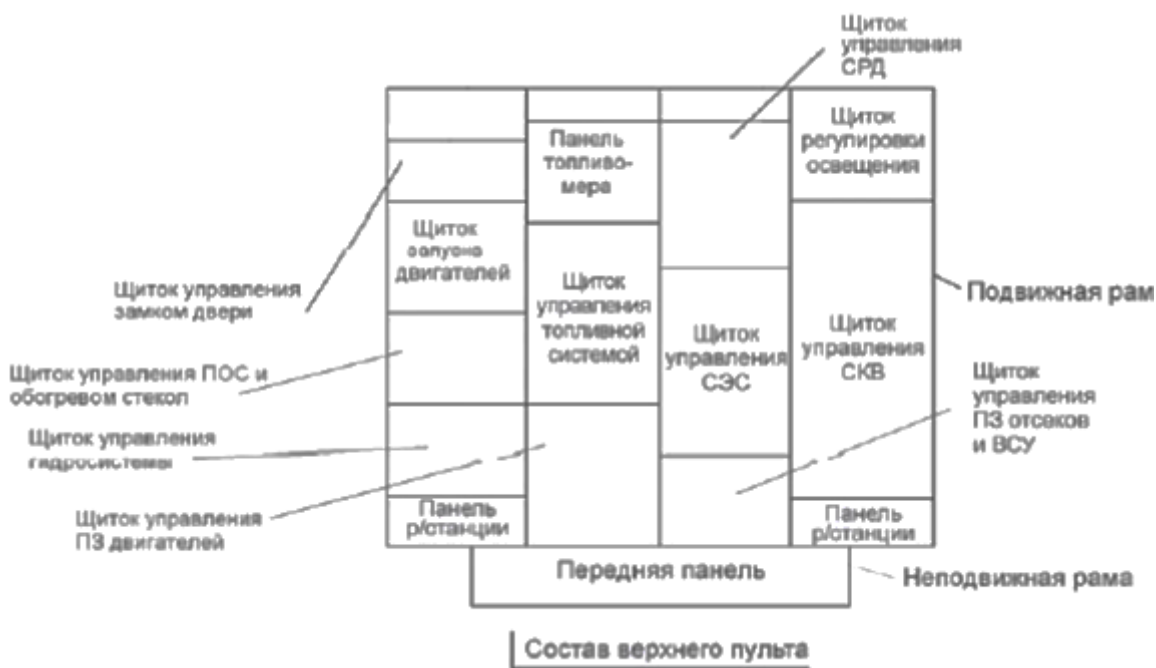

Рис. 1.6. ВЕРХНИЙ ПУЛЬТ ПИЛОТОВ
**Верхний пульт пилотов** предназначен для размещения щитков управления системами, панелей радиосвязного оборудования, отдельных органов управления и сигнализаторов (рис. 1.6).